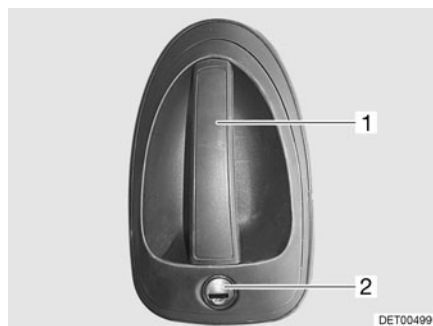

Fig. 28 Serrure du portillon arrière, extérieur
- Insérer la clé dans le barillet (Fig. 28,2) et la tourner jusqu'à ce que la serrure du portillon soit déverrouillée.
- Tirer sur la poignée (Fig. 28,1). Le portillon arrière est ouvert.
- Insérer la clé dans le barillet (Fig. 28,2) et la tourner jusqu'à ce que la serrure du portillon soit verrouillée.